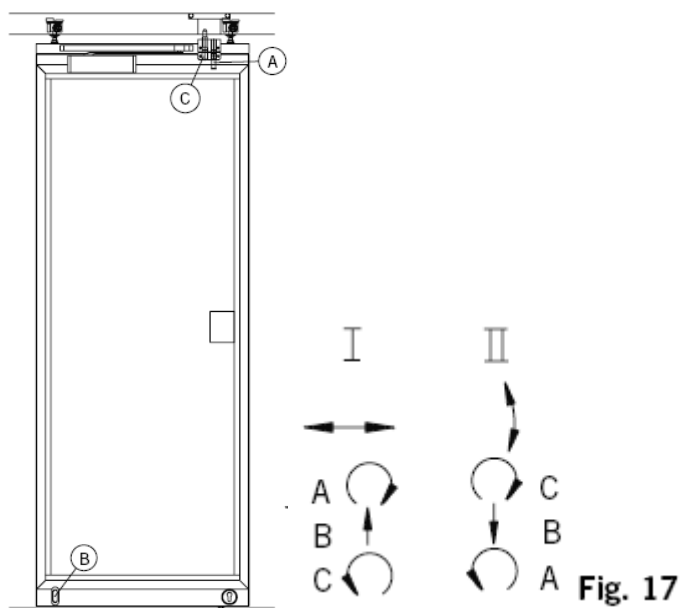

Fig. 17
17. Последовательность при смене режимов открывания (Рис. 17):